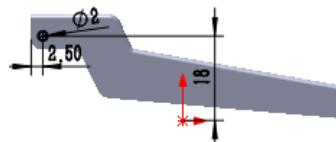

图 16.5.33 横断面草图
② 定义横断面草图。在草图环境中绘制图 16.5.33 所示的横断面草图。
(3) 定义切除深度属性。在“切除—拉伸”对话框 **方向1** 区域的 **下拉列表** 中选择 **完全贯穿** 选项。
(4) 单击对话框中的 \checkmark 按钮，完成切除一拉伸 2 的创建。